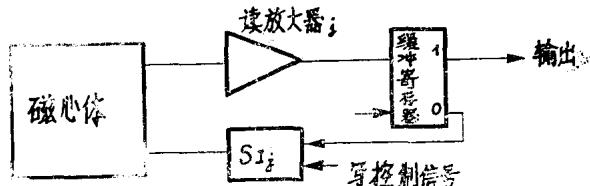

图 10.1.4 位线路简图
**读、写线路(位线路)** 的功用是将代码信息从磁心体中读出经放大整形送至缓冲寄存器 MBR (读时), 或是将缓冲寄存器中代码经位电流开关  $S_I$  写入磁心体, 见图 10.1.4。具体读写原理见 10.5.1 节。